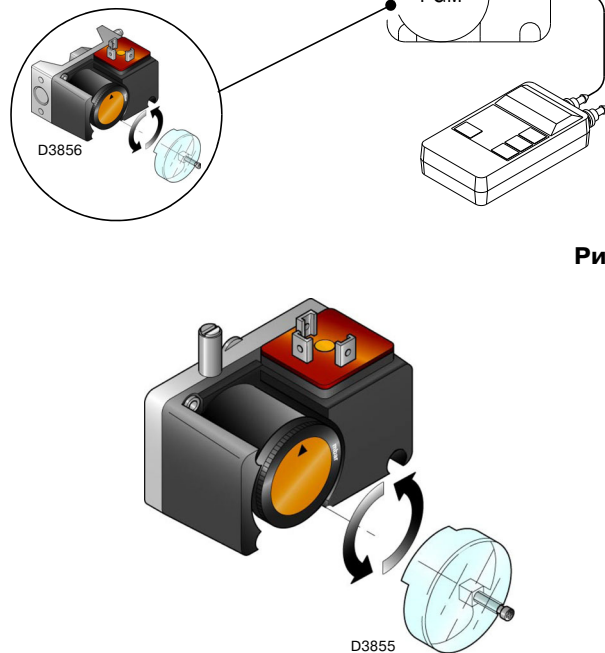

Рис. 30
- Отрегулировать реле минимального давления газа (Рис. 30 стр. 34) на начало шкалы.
Отрегулируйте реле минимального давления газа (Рис. 30) после настройки горелки, газовых клапанов и стабилизатора рампы.